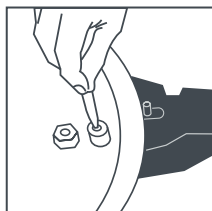

Fig.8
**El sensor de presión (2);** mirando por la parte inferior del mango superior (5) verá un tope, pulse suavemente con un objeto punzante, en ese momento el pulsador apertura / cierre automático (4) retrocederá. Compruebe que el sensor de presión (2) se mueve libremente.
**La válvula de seguridad (7);** incorporada en el sensor de presión (2) se encuentra la válvula de seguridad (7), pulse con un objeto punzante sobre ésta (Fig.8) y compruebe que el resorte no está bloqueado, notará una pequeña resistencia del muelle interior.